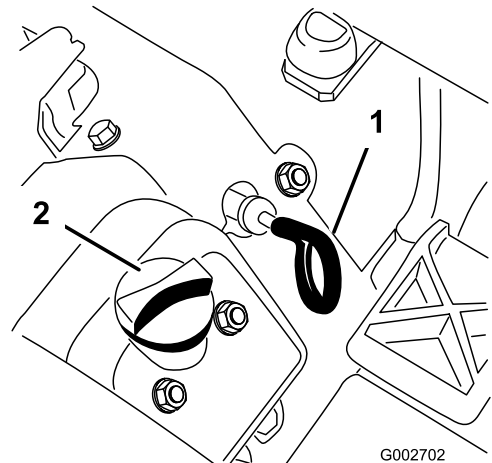

図 14
3. ディップスティック 図 14 を抜き取り、ウェスできれいに拭う。